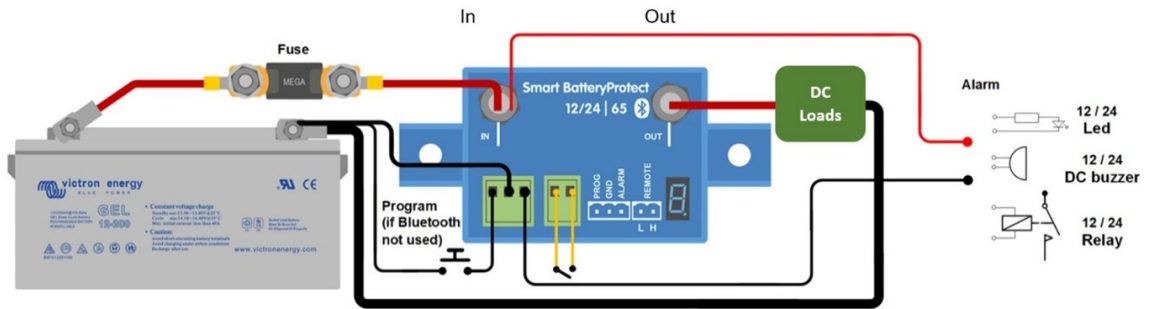

Bild 1: Kopplingschema för SBP-65 (använd fjärringången för systemets av/på-funktion)
- En summer, en LED eller ett relä kan kopplas mellan larmutgången och batteriets positiva pol (se bild 1). Maximal belastning på larmutgången: 50 mA (kortslutningsssäkrad).